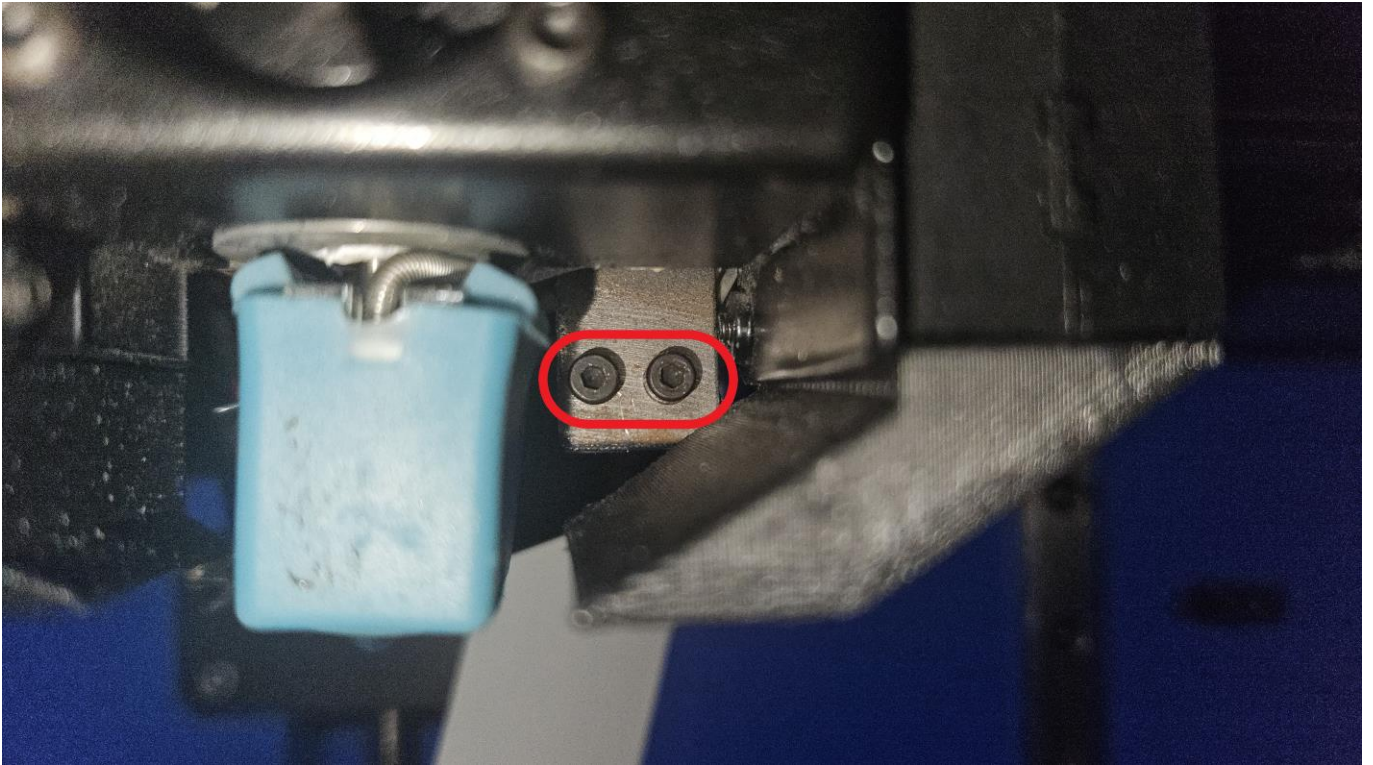

Рисунок 9 — Расположение винтов крепления пробы
10. Шестигранным ключом на 2 выкрутите два винта крепления пробы (рисунок 9) и подвиньте её, чтобы получить доступ к винту над ней.